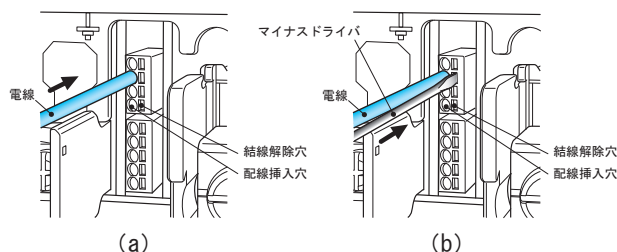

図6.11 フェルル端子、単線の結線概略図
- ・配線の結線・解除方法は図6.11、6.12をご参照ください。
手順Ⅰ 電線は電極部が見えなくなるまで挿し込んでください（図6.11 (a) 参照）。
挿し込みにくい場合は結線解除穴にマイナスドライバ（推奨ドライバ：SZS 0.4×2.0）を挿し込みながら作業をしてください（図6.11 (b) 参照）。